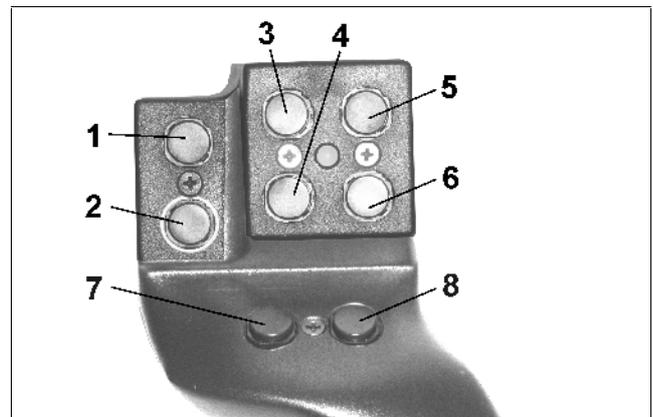
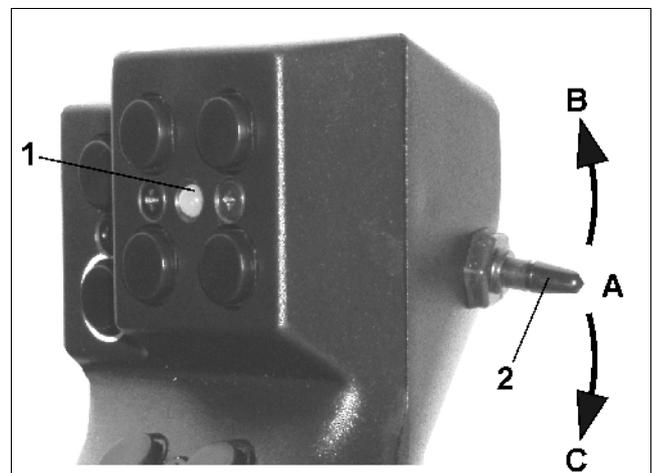

Fig. 69
Fig. 70
Zur Bedienung des **AMATRON⁺** hat der Multifunktionsgriff (Fig. 69) 8 Tasten (1 - 8) zur Verfügung. Weiterhin kann mittels Schalter (Fig. 70/2) die Belegung der Tasten 3-fach verändert werden.
- Mittelstellung (Fig. 70/A) und kann nach
- oben (Fig. 70/B) oder
- unten (Fig. 70/C) betätigt werden.
Die Stellung des Schalters wird durch eine LED-Leuchte (Fig. 70/1) angezeigt.